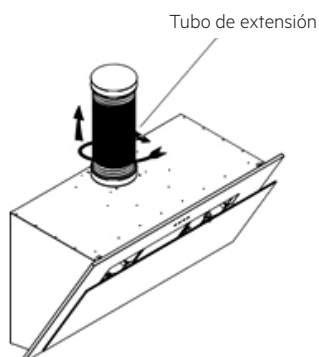

Imagen 3
3. Instale el tubo de salida de humos en el campana extractora; para ello, consulte la Imagen 3.